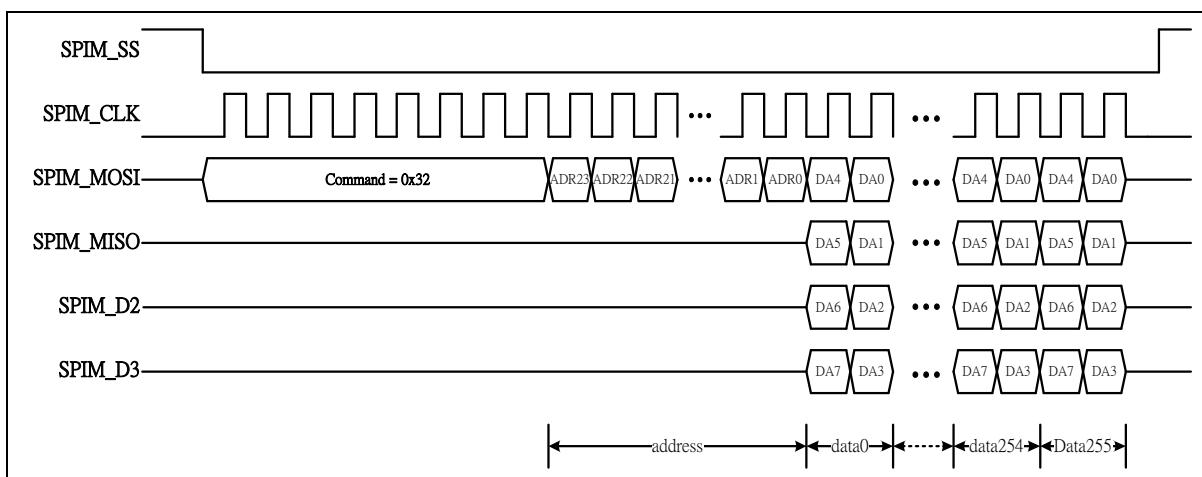

图 6.21-3 类型\_1 四线模式写的编程命令模式
- 四线写, 设置CMDCODE (SPIM\_CTL0[31:24]) 为0x32用于 类型\_1编程命令 (参考图 6.21-3).